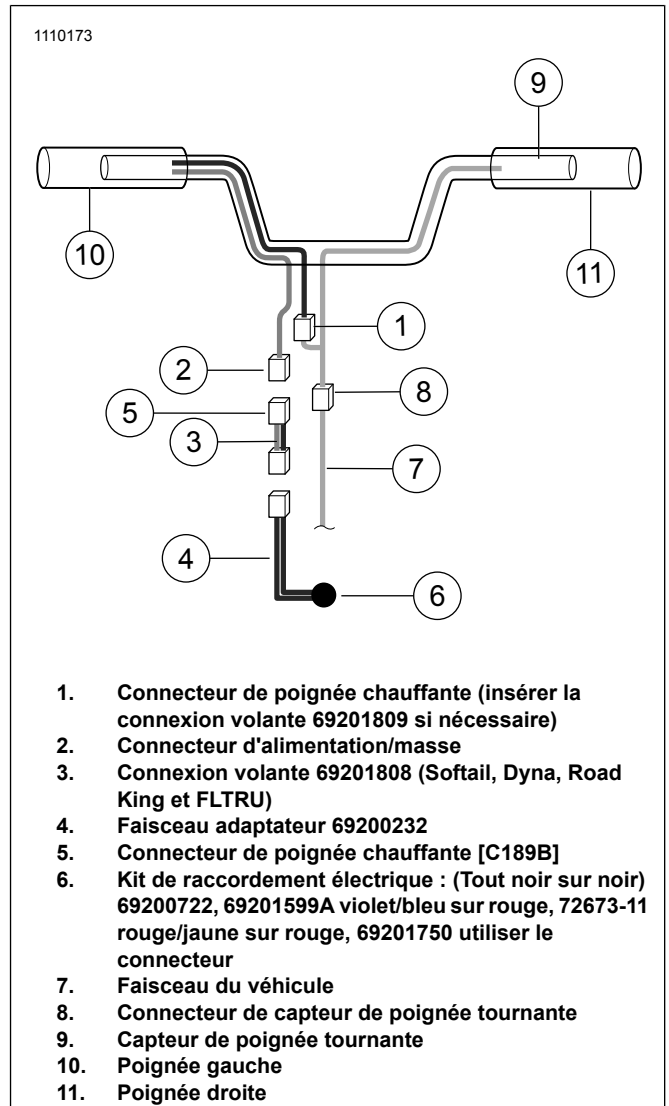

Figure 9. Connexions électriques
1. Voir Figure 9. Déposer le carénage extérieur.
3. Brancher l'interconnexion de la poignée chauffante (1) de Figure 9 sur la poignée de gauche.
5. Brancher le fil d'alimentation/de masse de la poignée chauffante (2) de gauche à partir de Figure 9.
- b. Voir Figure 9. Accoupler le connecteur à deux fiches de la poignée chauffante (2) au connecteur à deux fiches de 69201750 derrière le phare. Ajouter une connexion volante (3) si la longueur n'est pas suffisante.
8. Couper la connexion volante (4) à une longueur suffisante pour épisser dans le kit (6).
9. Dénuder les fils et épisser sur le faisceau de connexion électrique (7).
11. Achever la pose du kit de connexion électrique (6) selon les instructions du kit.